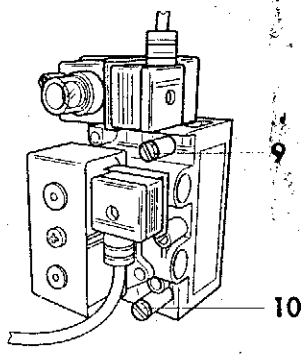

Рис.8.2 Штуцеры для измерения давления газа
- Вывернуть запорный винт на штуцере для измерения давления на соплах и присоединить манометр с разрешением не хуже 0,1 мбар (рекомендуется U-образный манометр) к штуцеру (10). (см.рис.8.2)
- Потом провести настройку частичной мощности 55% (1-я ступень), для чего после вывинчивания крепёжного винта снять штекер (7). (Котёл перейдёт в режим работы на первой ступени.)
- Давление на соплах для частичной мощности 55% (1-я ступень) установить с помощью отвёртки (4) винтом (5), удерживая при этом плоским ключом на 10 шестигранную гайку (6).
- Присоединить штекер (7), завернуть крепёжный винт.
- Завернуть винт на штуцере (10). (См. рис.8.2)